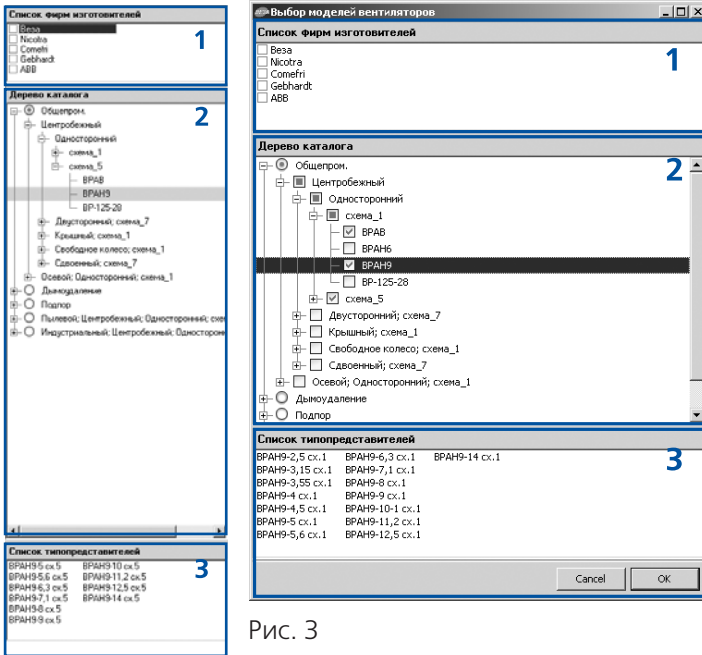

Рис. 3
Номенклатурная панель диалогового окна имеет два режима работы: выбор одного или нескольких типов вентиляторов и выбор одного типопредставителя. В режиме множественного выбора (рис.3) все уровни дерева типов вентиляторов (2) содержат элементы группового и индивидуального выбора, что позволяет легко выбрать или исключить из выбора номенклатурные ветви или конкретные типы вентиляторов. В этом режиме список типопредставителей (3) несет лишь справочную функцию и во вводе данных не участвует.
На первом этапе ввода данных необходимо указать вид решаемой задачи, типы вентиляторов для прямой задачи или типопредставителя для обратной, параметры, определяющие плотность перемещаемой среды (высота расположения и температура), наличие сети на выходе, требуемые параметры в рабочей точке (сопротивление сети и расход воздуха), для вентиляторов с непосредственным приводом от двигателя можно выбрать частотное регулирование двигателя, в отсутствии регулирования нужно указать допустимую погрешность подбора. Для ввода типов вентиляторов вызывается **дополнительное диалоговое окно с номенклатурной панелью** (рис. 3, 4). При вводе требуемых параметров рабочей точки следует указывать значение сопротивления сети, соответствующее заданной плотности воздуха. Приведение параметров к нормальным атмосферным условиям программа выполняет самостоятельно.